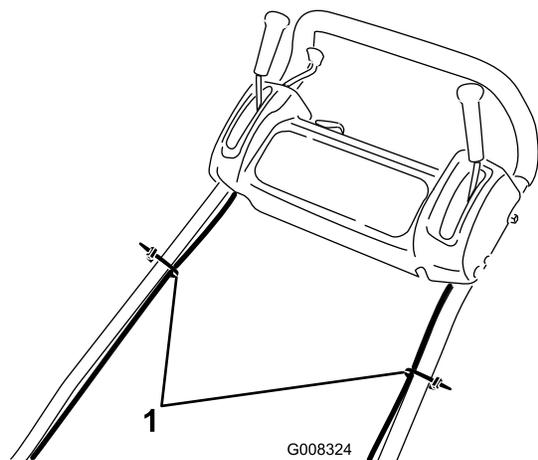

Figure 4
- Fixez les câbles au guidon à l'aide des serre-câbles (Figure 4).